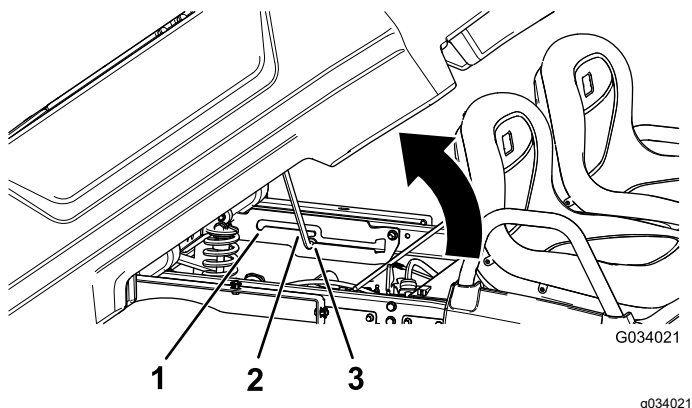

Figura 14
2. Tire de la varilla de sujeción hasta que entre en la ranura de retención de la posición de volquete, para afianzar la caja (Figura 14).
2. Tire de la varilla de sujeción hasta que entre en la ranura de retención de la posición de servicio, para afianzar la caja mientras se realizan tareas de mantenimiento (Figura 14).
2. Extraiga la varilla de sujeción de la ranura de retención (Figura 14).